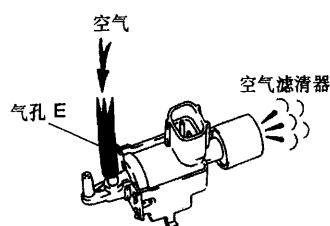

图 2-2-89
(1)如图 2-2-89 所示进行检查,空气应从气孔 E 流入,从空气滤清器流出